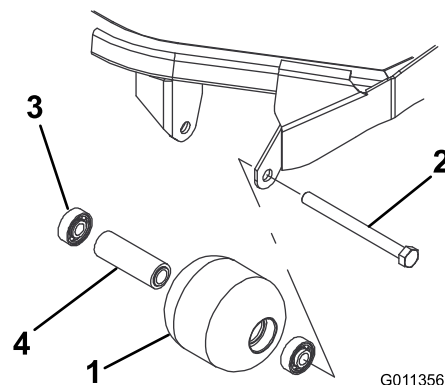

Figure 17
1. Retirez le boulon de fixation du galet (Figure 17).
4. Vérifiez l'état du logement de roulements, des roulements et de l'entretoise de roulements (Figure 17) Remplacez les composants endommagés et procédez au remontage.
1. Enfoncez le premier roulement dans le logement à la presse (Figure 17). Exercez la pression uniquement sur la bague extérieure ou uniformément sur les bagues intérieure et extérieure.
2. Insérez l'entretoise (Figure 17).
3. Enfoncez le second roulement dans le logement (Figure 17) en exerçant une pression uniforme sur les bagues intérieure et extérieure jusqu'à ce que la bague intérieure rencontre l'entretoise.